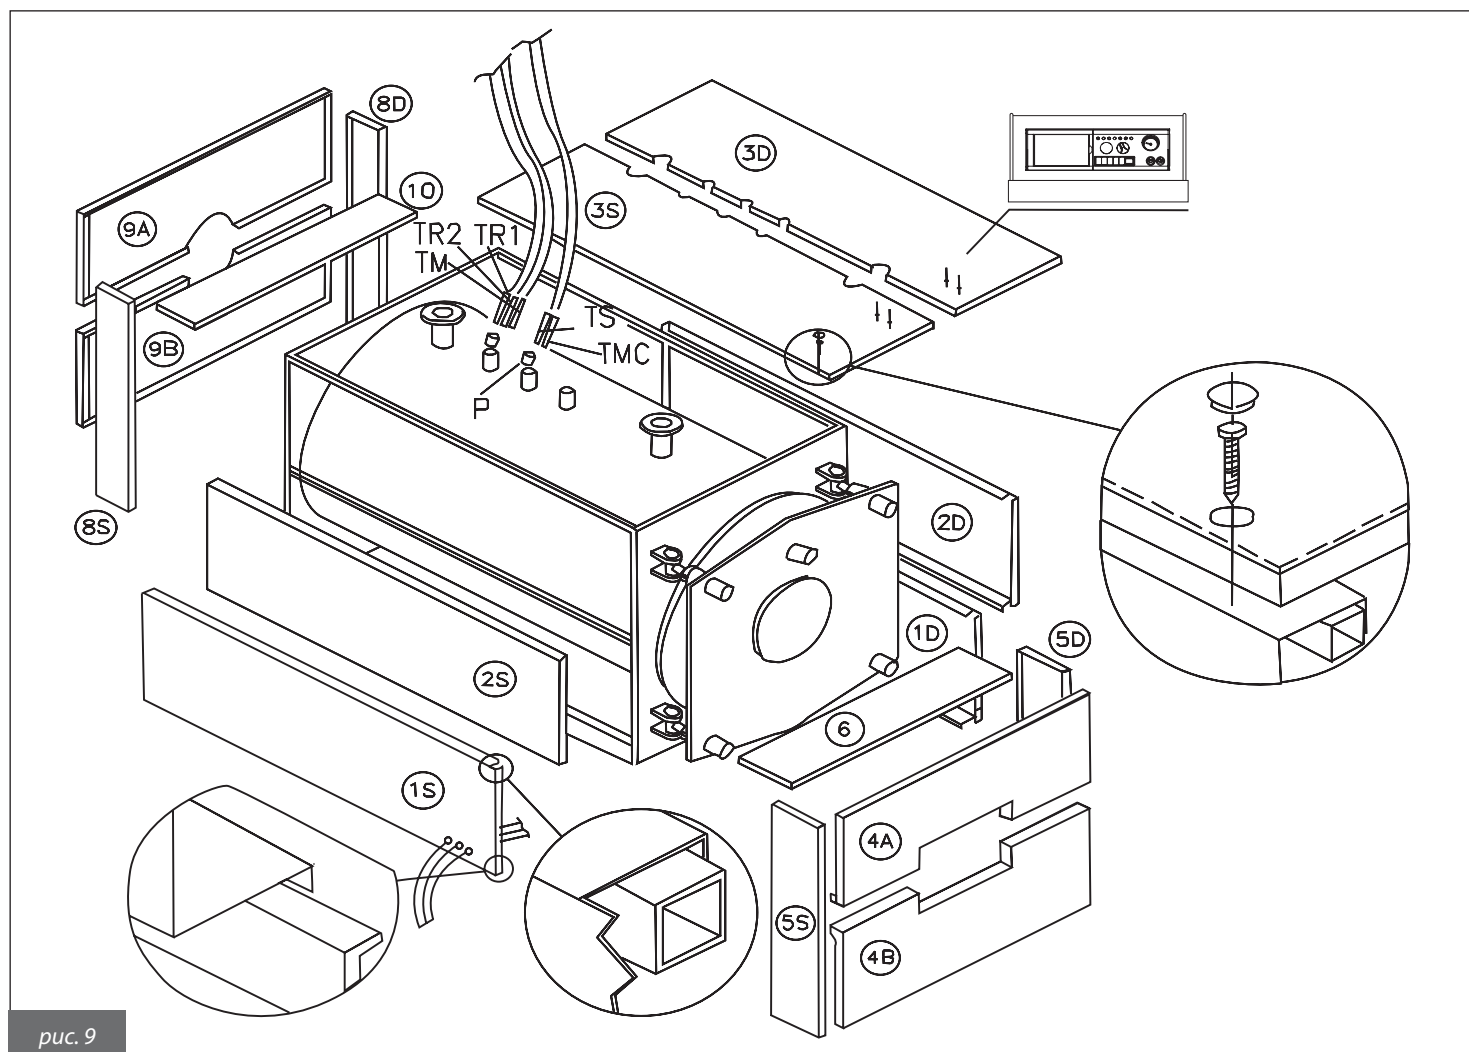

рис. 9
4.2. Облицовка котла для мод. 500÷1300 (рис. 9)
- г) Установить верхнюю панель (3S) на котле и закрепить на ней пульт управления. Размотать капилляры термостатов и термометра и установить держатели в соответствующие колодцы (P).
- ф) Установить панели (5S) (5D), закрепляя на боковых панелях с помощью соответствующих скоб, после чего установить передние панели (4B) и (4A), закрепляя их на панелях (5S) и (5D). Закреть обшивку дверцы верхней панелью (6), закрепив ее винтами и закрыв проходные отверстия заглушками (см. рис. 9).
- г) Установить панели (8S) и (8D), закрепляя их на боковых панелях с помощью соответствующих скоб, после чего установить передние панели (9B) и (9A), закрепляя их на панелях (8S) и (8D). Закреть обшивку дымохода с помощью верхней панели (10), закрепив ее винтами и закрыв проходные отверстия заглушками.